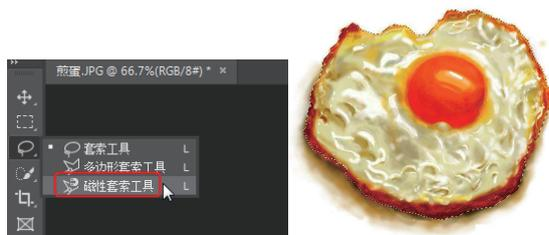

图 5-17
**03** 在工具箱中选择“磁性套索工具”, 然后在煎蛋边缘套索路径(单击并跟随煎蛋边缘拖动), 形成封闭的选区, 如图 5-17 所示。